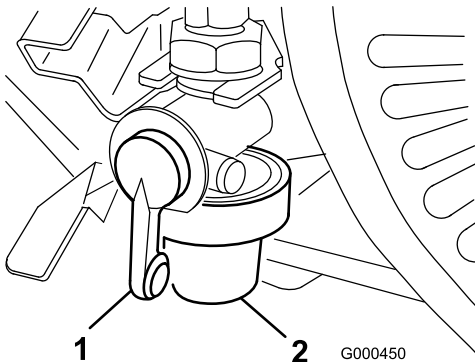

Figura 27
1. Cierre la válvula de cierre del combustible y desenrosque el portafiltros del cuerpo del filtro (Figura 27).